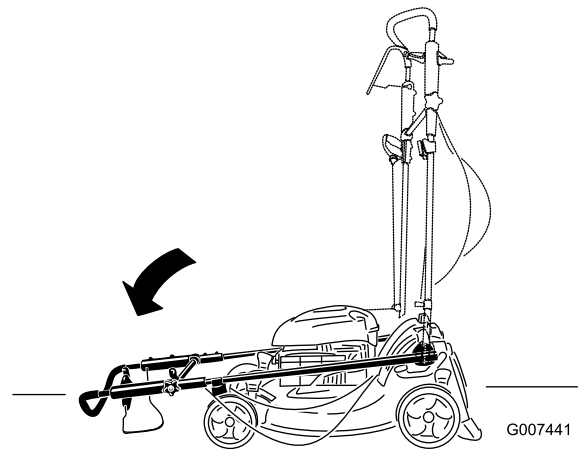

Figura 51
- Mueva el manillar completamente hacia delante y afloje el pomo del manillar superior (Figura 51).